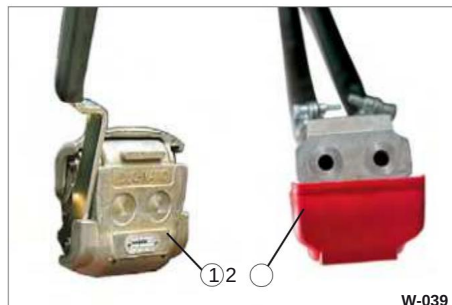

Bild 39 Kopplingshuvud demonterat
• Rengör tätningsytorna på kopplingshuvudet (bild 39/2) och kopplingshylsan (bild 39/1) med rena, torra trasor.